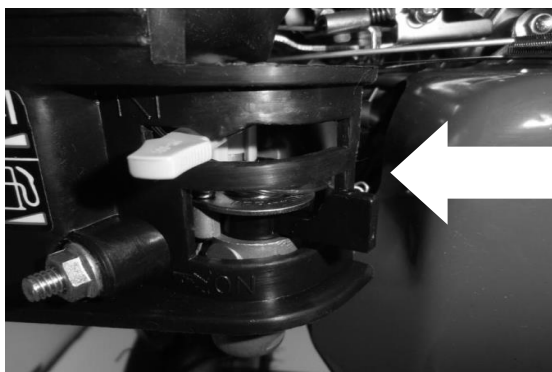

Рис. 5
6.3.2. При запуске холодного двигателя рычаг воздушной должен находиться в положении «закрото» - крайнее левое положение (рисунок 5).